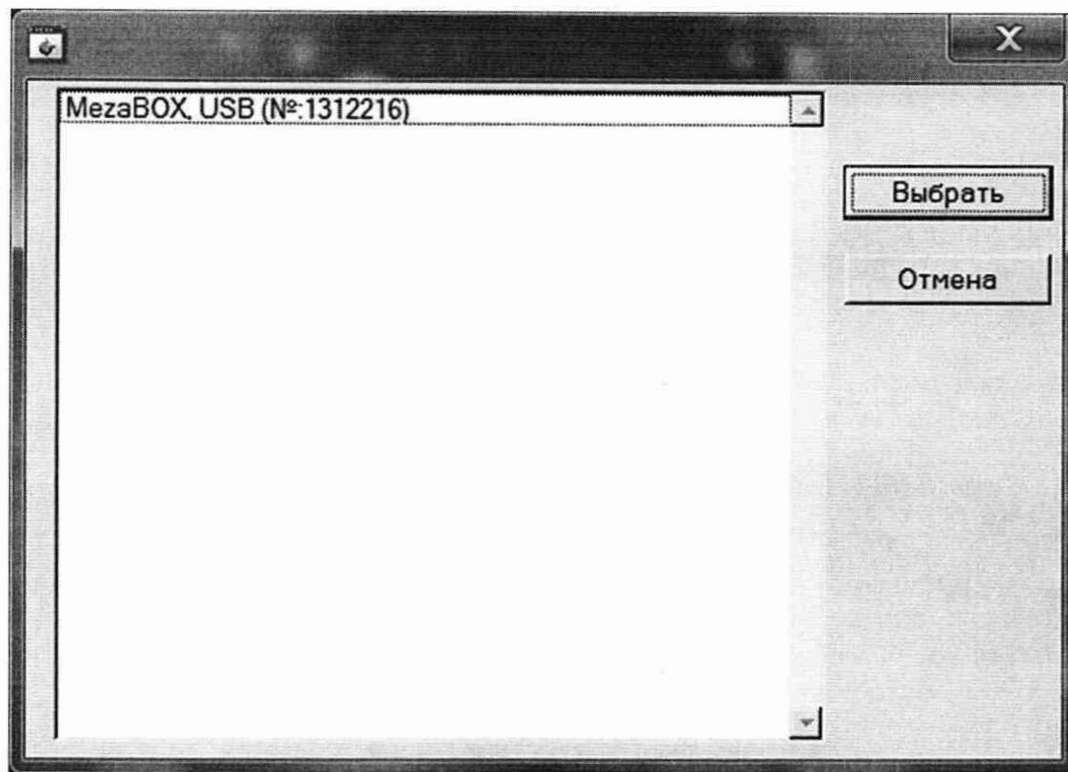

Рисунок 5.1
- 5) в открывшемся окне из списка выбрать носитель мезонинов, на котором установлен поверяемый мезонин (см. рисунок 5.1);